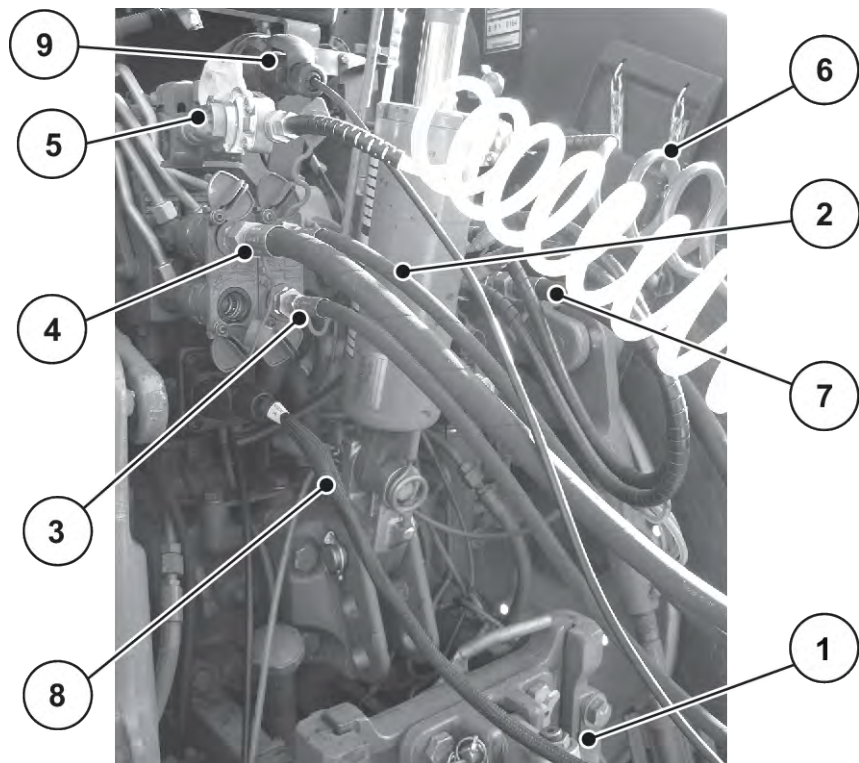

Fig. 26: Ordre de raccordement des câbles de la machine au tracteur
Voir Fig. 26
- ▶ Veuillez respecter l'ordre de raccordement : Voir *Fig. 26 Ordre de raccordement des câbles de la machine au tracteur*
- ▷ Voir *Fig. 26 Ordre de raccordement des câbles de la machine au tracteur*.